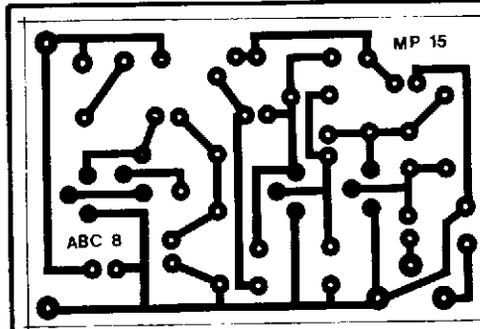

Fig. 4
- FIG. 4 - O lay out do Circuito Impresso específico para a montagem, em tamanho natural, que seguiu direitinho as “Aulas” a respeito da confecção de placas (e tem o material e ferramental necessários), não encontrará nenhuma dificuldade na feitura do substrato (ver TRUQUES & DICAS da 5ª “Aula”, e também o da 3ª e 4ª “Aulas”...). Já quem optou por adquirir o PACOTE/AULA específico, terá a “moleza” de receber a dita plaquinha pronta, furada, com as posições, códigos e valores dos componentes demarcadas, etc. Não esqueçam que, dado o natural “avanço” do nosso “Curso”, já desde a 6ª “Aula” que todas as Montagens PRÁTICAS são mostradas na técnica de Circuito Impresso e assim os Leitores/Alunos **devem** praticar esse método construcional (sem o que jamais poderão aspirar algum progresso real, na Eletrônica, ainda que numa visão básica...). Embora as EXPERIÊNCIAS, anexas à “Lição” Teórica de cada “Aula”, sejam ainda mostradas em sistemas “sem solda” (por óbvias razões de facilitação e reaproveitamento...), aqui na PRÁTICA, as “coisas” já são mais “definitivas” e urge aprender a manipular técnicas também “permanentes” de construção dos projetos e circuitos...